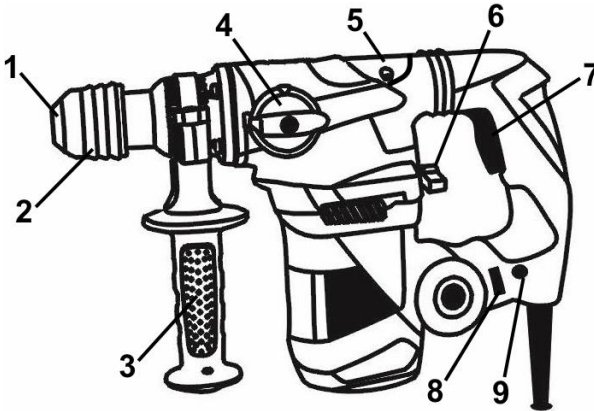

Рисунок 1
5.1 Виберіть необхідний режим роботи виробу за допомогою перемикачів (4) та (6) (дивіться рисунок 1).
5.2 Для включення виробу натисніть на курок вимикача **(7)** (рисунок 1). Для відключення виробу слід курок відпустити.